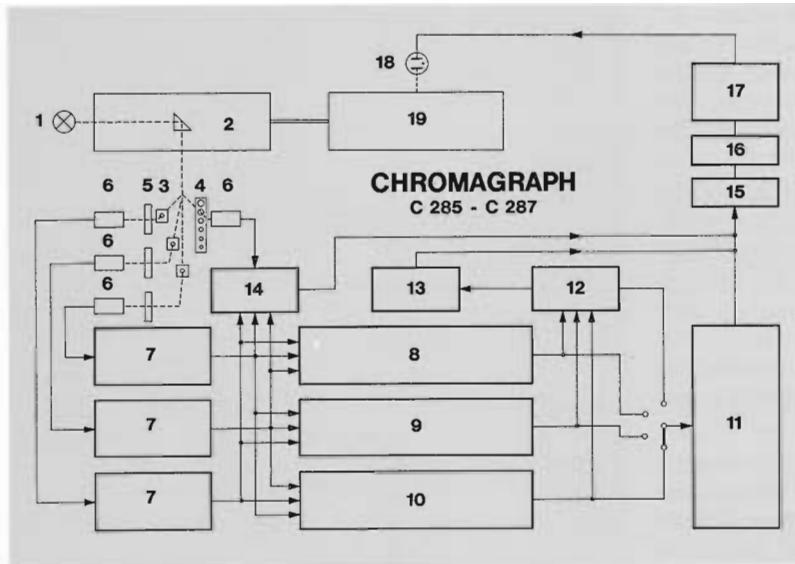

Bild 12: Schema der dreistrahligen Farbzerlegung des Chromagraph in Vierkanal-Ausführung (drei Filterkanäle und ein Korrekturkanal)
Einer gründlichen Untersuchung bedurfte die Frage, ob ein Scanner mit einer zweistrahligem Farbzerlegung auskommt oder die dreistrahligem Farbzerlegung unumgänglich ist. Die klassischen Farbscanner arbeiten mit dreistrahligem Farbzerlegung. Der das Bildelement abtastende Lichtstrahl wird dazu optisch in drei Strahlen aufgefächert, denen drei verschiedene Farbfilter zugeordnet sind. Ein Kanal arbeitet mit dem grünen Separationsfilter, ein zweiter mit dem blauen Filter und ein dritter mit dem roten Filter (Bild 12). Drei Photomultiplier (6) empfangen die optischen Signale und wandeln sie simultan in drei verschiedene elektronische Signale um, die gemeinsam in den Farbrechner hineingehen. Das Resultat für den Rotauszug wird zum Beispiel zur Hauptsache aus dem Grünfilterkanal (9) bezogen, aber gleichzeitig mit einem Signal, welches aus dem Gemisch der beiden anderen Multiplierekanäle (8, 10) gewonnen wird, korrigiert oder, fotografisch gesprochen, maskiert. Wegen der Unschärfmaskierung, die nach dem heutigen Stand der Technik für unerlässlich gehalten wird, um eine hervorragende Prägnanz und Schärfe in die Bilder bringen, braucht man einen vierten optischen Kanal. Dieser ist aber nicht aus dem Licht des Abtastlichtpunktes abgeleitet, sondern er erfaßt ein mehr oder weniger großes Umfeld um den Hauptlichtpunkt herum. Dafür wird ein vierter Photomultiplier (6) benötigt. Das dreistrahligem System erfordert also vier optische Kanäle, vier Photomultiplier, vier Vorverstärker und einen entsprechend ausgelegten